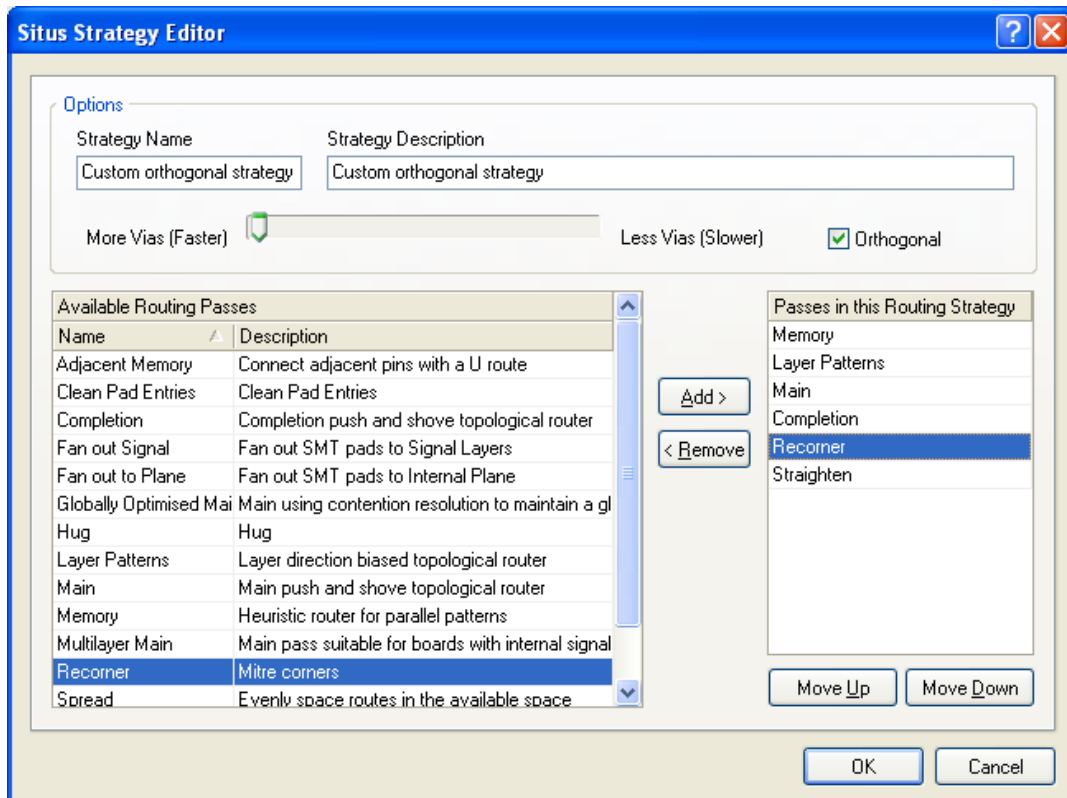

Figure99. 自订制布线对策使用更便宜的过孔和直角的布线
- 5.3. 现在重走这个版子使用你自订的对策，如 **Figure99** 中所示